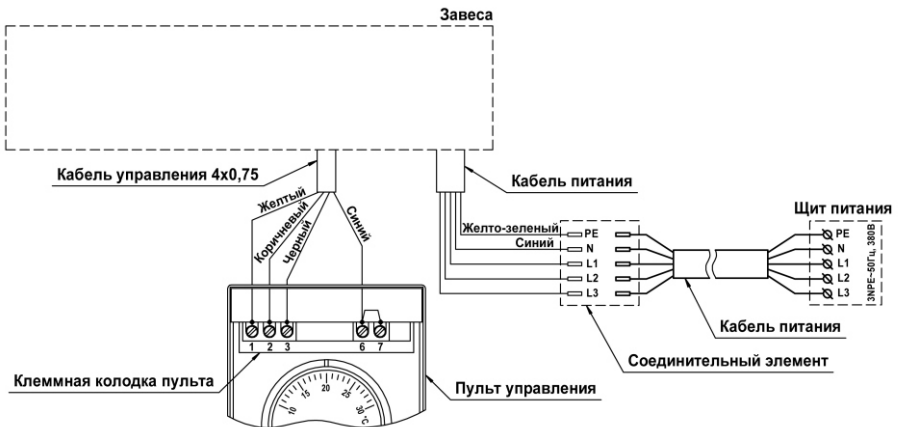

Рис. 3 Схема подключения
6.6 Подключение к стационарной электросети производить в соответствии со схемами, приведенными на рис. 3 Приложения и на корпусе завесы. Жилы кабеля, идущего от источника питания необходимо соединить с жилами силового кабеля, выведенного из корпуса завесы. Соединение производить с помощью клеммной колодки или специальных соединительных зажимов, обеспечивающих надежную изоляцию и фиксацию проводов (в комплект поставки не входят).